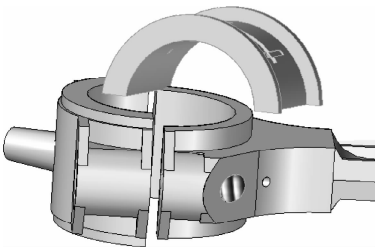

图 8-56 放置第 5 个零件
(1) 单击【主页】选项卡中的 【插入部件】按钮，在左侧弹出的【备选装配】对话框中选择【BEARING BRASSES_mir】零件。按住鼠标左键将其拖动至绘图区域，在如图 8-56 所示的位置处松开鼠标左键，即可把零件放置到当前位置。